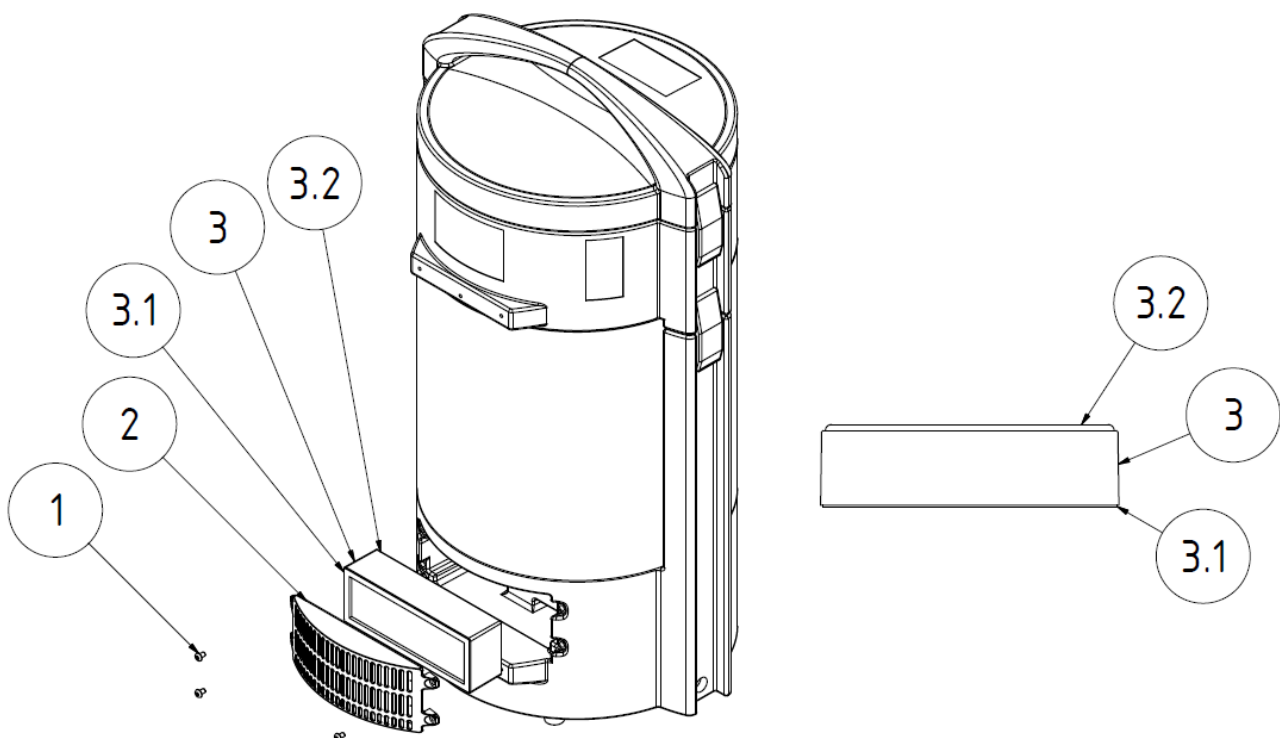

Abbildung 5, Schwebstofffilterwechsel
- Lösen Sie die Schrauben (Abb.5, Pos. 1).
- Entfernen Sie nun die Abdeckung (Abb.5, Pos. 2).
- Setzen Sie nun die neue Schwebstofffilter in den MiniFil ein. Achten Sie darauf, dass die in Abb. 5, Pos. 3.2 gekennzeichnete aufgeschäumte Dichtung, wie in der Abbildung sichtbar, zur Geräteinnenseite zeigt.